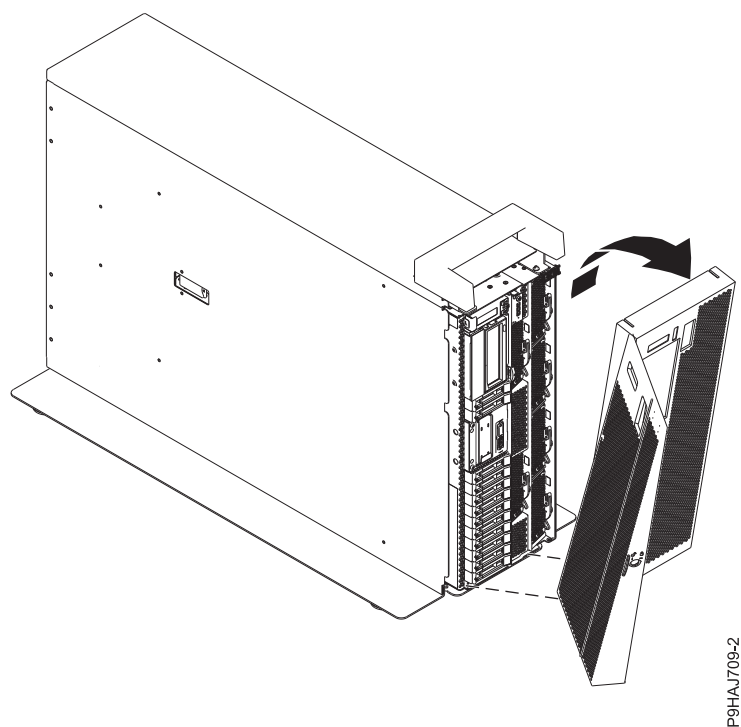

Figura 17. Extracció de la coberta frontal
4. Retireu la coberta del sistema tal com es mostra a la Figura 17. La coberta té un sagnant des d'on es pot retenir més fàcilment.